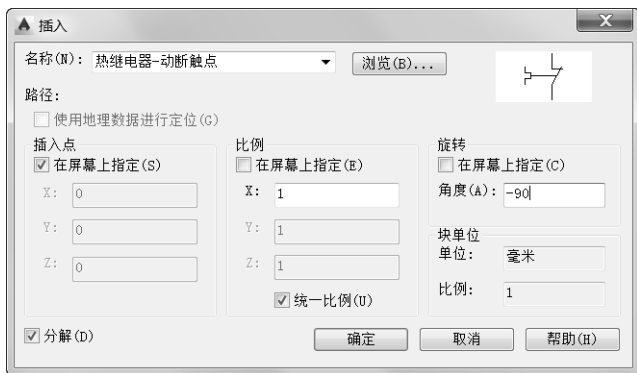

图 12-74 “插入”对话框
6) 插入“热继电器-动断触点”图形符号。在功能区“默认”选项卡的“块”面板中单击“插入”按钮并选择“更多选项”命令，弹出“插入”对话框。从“名称”下拉列表框中选择“热继电器-动断触点”，在“插入点”选项组中确保勾选“在屏幕上指定”复选框，在“旋转”选项组中输入旋转角度为“-90”，并勾选“分解”复选框，如图 12-74 所示。接着单击“确定”按钮，并在图形窗口中巧用“对象捕捉”功能和“对象捕捉追踪”功能辅助